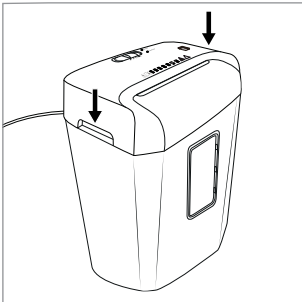

Abb. 1
- ◆ Fassen Sie den Schneidaufsatz **5** an beiden integrierten Tragemulden **7** und setzen Sie ihn so herum auf den Auffangbehälter **10**, dass das Netzkabel **1** nach hinten und das Sichtfenster **9** des Auffangbehälters **10** nach vorne zeigt (siehe Abb. 1).